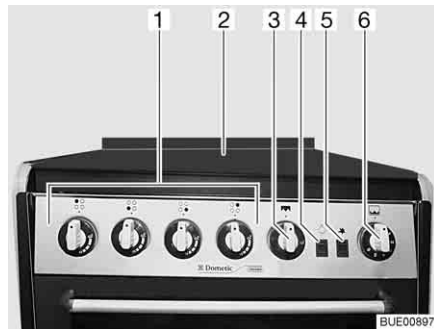

Bild 151 Gaskocher mit Backofen und Grill
- Gaskocher-Abdeckung (Bild 151,2) öffnen.
- Drehregler (Bild 151,1) der gewünschten Brennstelle auf Zündposition (große Flamme) drehen und drücken.
- Zündknopf (Bild 151,5) so oft drücken, bis die Flamme brennt.
- ▷ Mit dem Schalter (Bild 151,4) wird das Licht im Backofen ein- und ausgeschaltet.
- Drehregler (Bild 151,3) leicht drücken und auf Zündstellung (große Flamme) drehen.
- Zündknopf (Bild 151,5) drücken, bis die Flamme brennt.
- Drehregler (Bild 151,6) leicht drücken und auf eine Zündstellung zwischen 1 und 6 drehen.